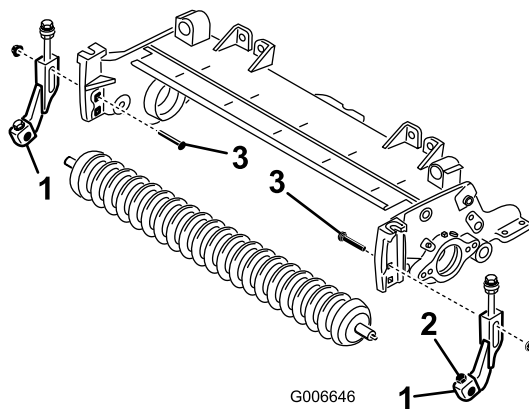

図 5
注 刈高ブラケットは 図 5 のようにセットする。
9. 各サイドプレートの上側の四角穴を利用して、刈高ブラケットをCuttingユニットのサイドプレートに仮止めする先ほど外したキャリッジボルトと、新しい 3/8 インチのフランジナット2個を使用し、図 5 のように仮止めする。
11. ローラが刈高ブラケットの中間にくるように調整し、キャップスクリュとロックナットでブラケットに固定する。 図 5。